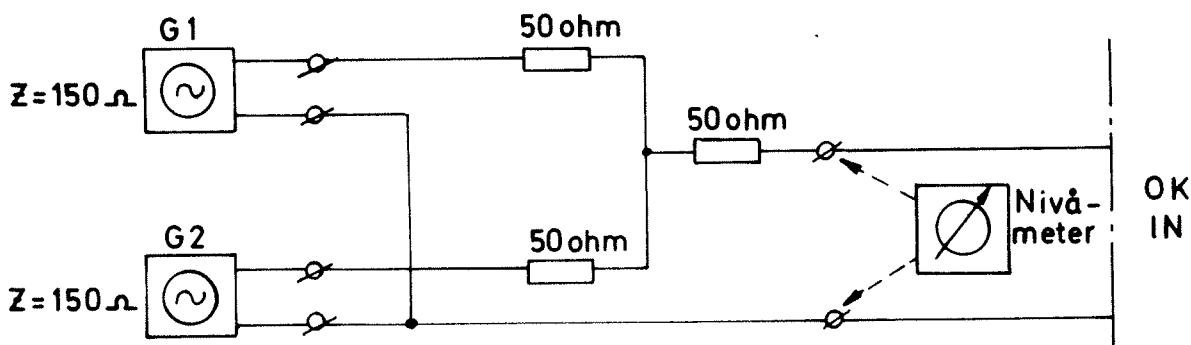

Bild 2
- Anslut två oscillatorer till aktuellt jack i sändarens OK-stativ. Uppkopplingen sker enligt bild 2. Nivåerna från generatorn G1 och generatorn G2 uppmäts höghögmigt selektivt på radiolänkutrustningens OK-stativ OK-IN och inställs till -29 dBu från respektive oscillator.